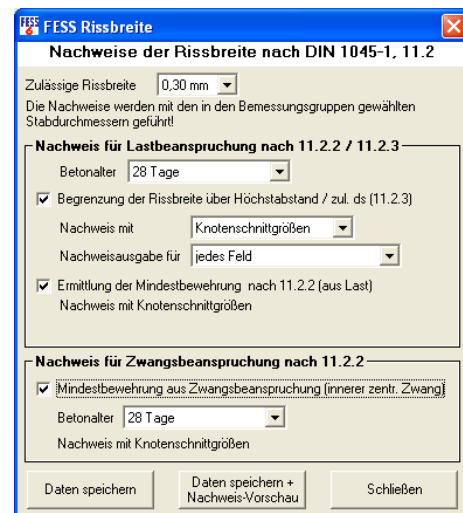

Abbildung 20 - Gebrauchsfähigkeit
- Ändern Sie die Angaben im Dialogfenster entsprechend Abbildung 20 und wählen Sie dann "*Daten speichern*" und "*schließen*" Sie den Dialog.